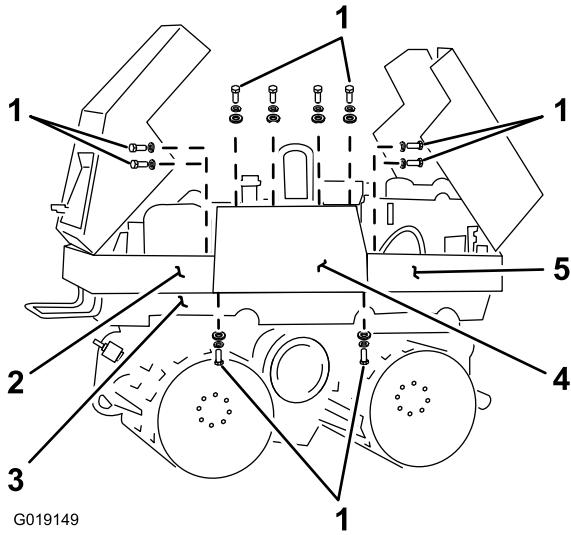
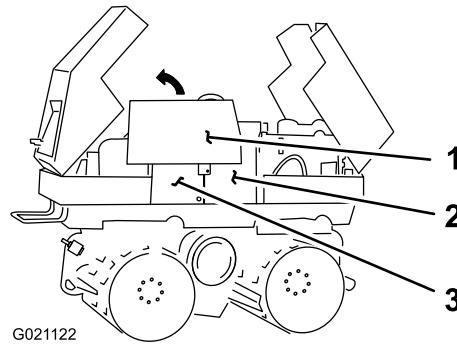

Figura 76
Figura 77
- B. Coloque un recogedor de aceite usado con capacidad de 57 litros (15 galones US) debajo del tapón de vaciado, situado en el lado derecho inferior del depósito hidráulico (Figura 77).
- C. Retire el tapón de vaciado y deje que se drene el aceite hidráulico en el recogedor (Figura 77).
- E. Cuando el aceite hidráulico se haya drenado del depósito, instale el tapón de vaciado en el orificio y apriete el tapón (Figura 77).
1. Retire los pernos y las arandelas que sujetan la parte delantera del panel lateral derecho al **travesaño del capó delantero** (Figura 76).
2. Retire los pernos y las arandelas que sujetan la parte trasera del panel lateral derecho al **travesaño del capó trasero** (Figura 76).
3. Retire los pernos y las arandelas que sujetan el panel lateral derecho al **bastidor superior** (Figura 76).
4. Retire los pernos y las arandelas que sujetan la parte superior del panel lateral derecho al **depósito hidráulico** y al **depósito de combustible** (Figura 76).
5. Retire el panel lateral derecho del chasis de la máquina, según se muestra en Figura 77.
1. Alinee el panel lateral derecho con los puntos de montaje del depósito hidráulico, el depósito de combustible, el bastidor superior, el travesaño del capó trasero y el travesaño del capó delantero (Figura 76 y Figura 77).
2. Sujete el panel lateral derecho al **depósito hidráulico** y al **depósito de combustible** con los pernos y las arandelas (Figura 76) que retiró en el paso 4 de Retirada del panel lateral derecho (página 65).
3. Sujete el panel lateral derecho a los **travesaños del capó delantero y del capó trasero** con los pernos y las arandelas (Figura 76) que retiró en los pasos 1 y 2 de Retirada del panel lateral derecho (página 65).
4. Sujete el panel lateral derecho al **bastidor superior** con los pernos y las arandelas (Figura 76) que retiró en el paso 3 de Retirada del panel lateral derecho (página 65).